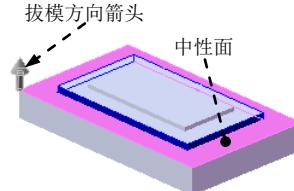

图 17.8.10 定义拔模方向及中性面
- (1) 选择命令。选择下拉菜单 **插入(I)** → **特征(E)** → **拔模(B)** … 命令。
- (2) 定义拔模中型面。选取图 17.8.10 所示的面为中性面。
- (4) 定义拔模参数。拔模方向如图 17.8.10 所示；在“拔模”对话框的**拔模角度(G)**区域的**度数(A)**文本框后输入 20.0。
- (5) 单击 **确定** 按钮，完成拔模 1 的创建。